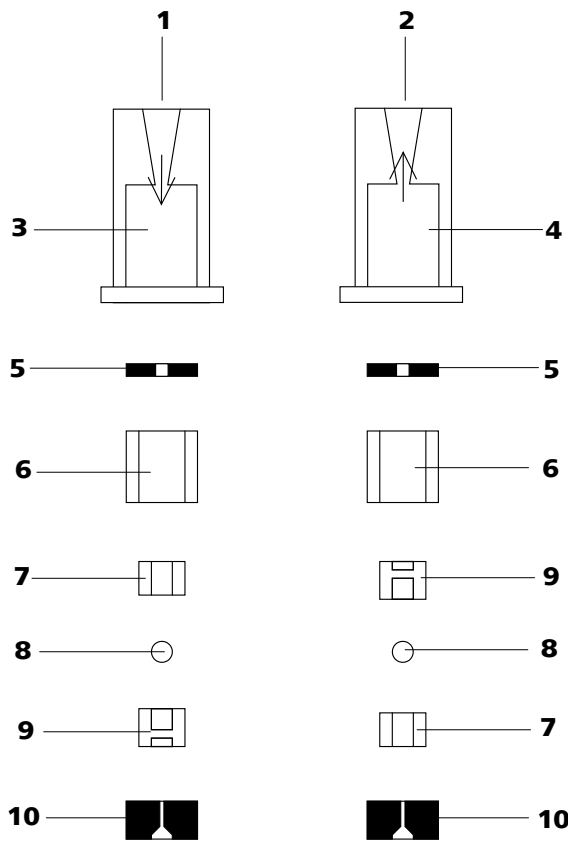

Abbildung 28 Bestandteile von Einlassventil und Auslassventil
- Einlassventil und Auslassventil bestehen aus den gleichen Bestandteilen, die nur unterschiedlich angeordnet sind (siehe Abbildung 28, Seite 56).
Ventilbestandteile *gemäss* Abbildung 28, Seite 56 wieder zusammensetzen.
- Die übrigen Ventilbestandteile in der richtigen Reihenfolge (*siehe Abbildung 28, Seite 56*) aufeinander legen
Ist dies nicht der Fall, muss das Ventil nochmals zerlegt und richtig zusammengesetzt werden (*siehe Abbildung 28, Seite 56*).